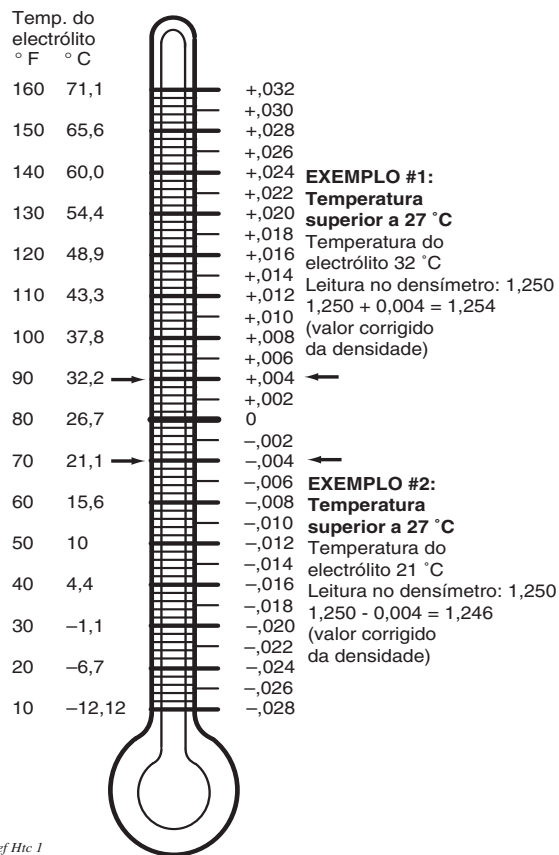

Fig. 33 Correção do valor do densímetro com a temperatura
4. Acrescente ou subtraia quatro pontos 0,004 à leitura por cada 6° C que a temperatura do electrólito esteja acima ou abaixo dos 27° C. Acerte a leitura para ficar de acordo com a temperatura do electrólito, por exemplo, se a leitura indicar uma gravidade específica de 1,250 e a temperatura do electrólito for de 32° C, **acrescente** quatro pontos 0,004 aos 1,250 o que dá uma leitura corrigida de 1,254. De modo inverso, se a temperatura do electrólito for de 21 °C, **subtraia** 4 pontos (0,004) de 1,250, o que dará um valor de 1,246 (Fig. 33, página 26).